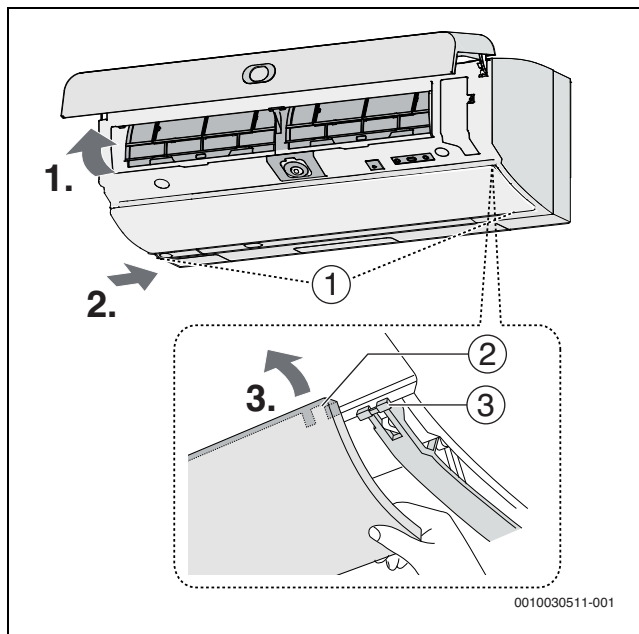

Bild 23 Lyfta luftriktaren
3. Lyft upp övre luckan något enligt → bild. 23 och ta bort den.